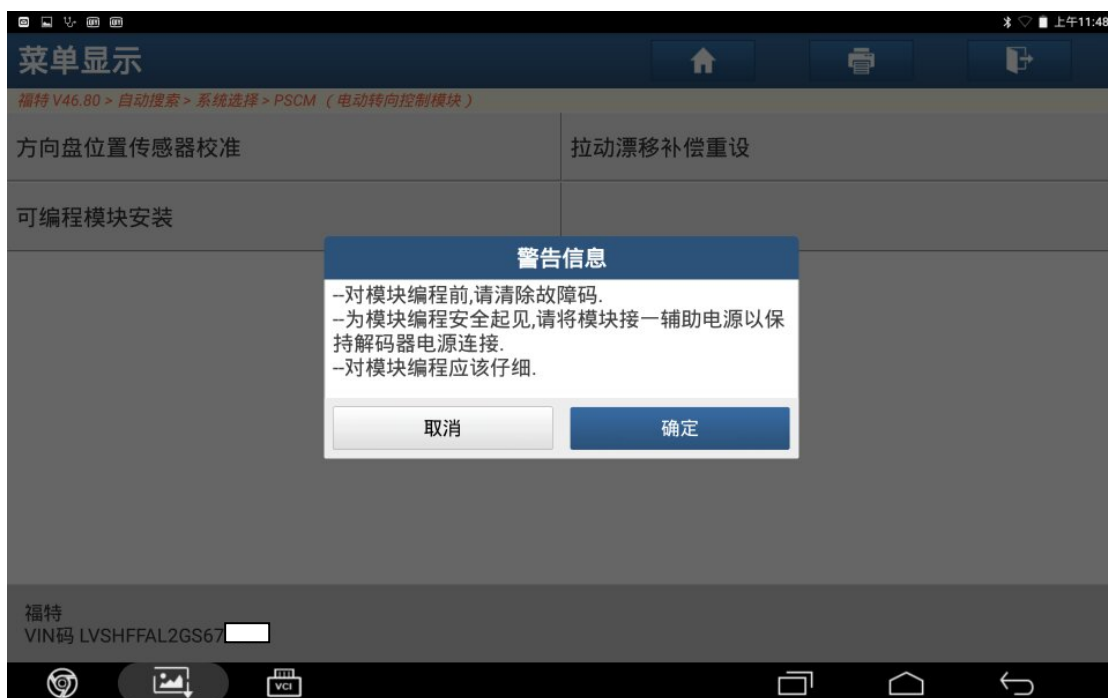

图 7
7). 阅读提示信息，确定条件满足，点击“确定”，如图 7；